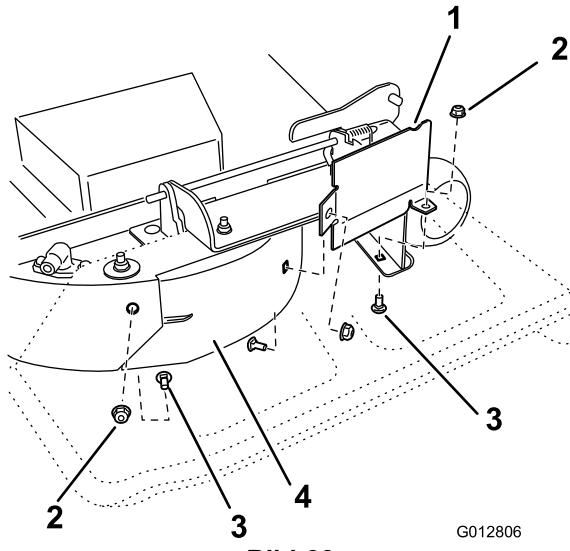

Bild 33
8. Entfernen Sie die Schlossschraube (5/16 x 3/4 Zoll) und die Sicherungsmutter (5/16 Zoll) an der Rückwand des Mähwerks, die das Ablenkblech am Mähwerk befestigen (Bild 33).
9. Ermitteln Sie den Ablenkblechschutz an der vorderen Kante der Seitenauswurfoffnung. Entfernen Sie die Befestigungen, mit denen der Ablenkblechschutz und das rechte Ablenkblech am Mähwerk befestigt sind, siehe Bild 33. Entfernen Sie den Ablenkblechschutz und bewahren Sie die Befestigungen auf.